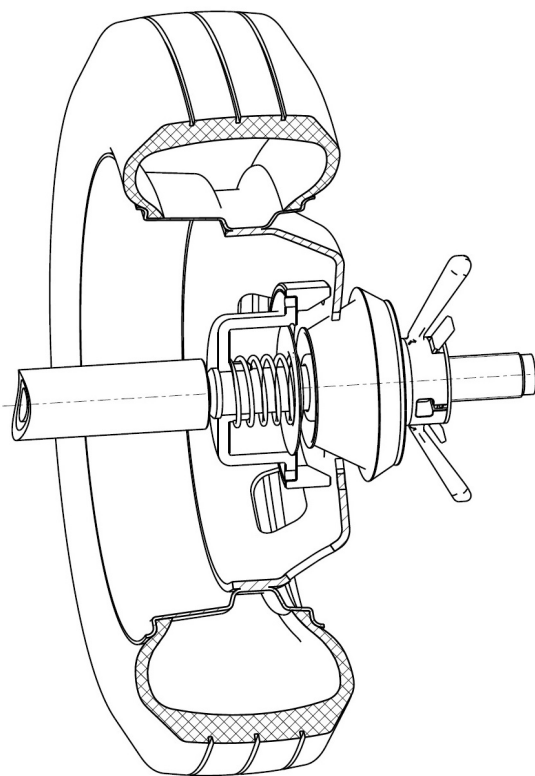

Рисунок 2
4.3 При помощи конуса и быстросъемной гайки прижать диск колеса к торцу кольца, рисунок 2.